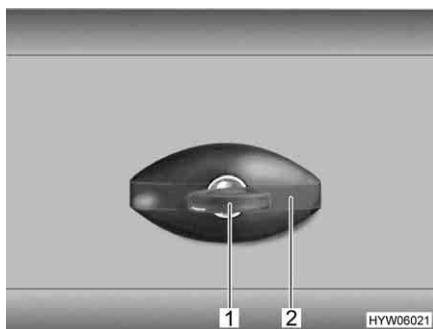

Fig. 16 Serratura dello sportello, ellittico, chiuso
- Inserire la chiave nel cilindro della serratura (Fig. 16,1) e ruotare in senso antiorario di un quarto di giro. La maniglia della serratura (Fig. 16,2) scatta all'infuori.